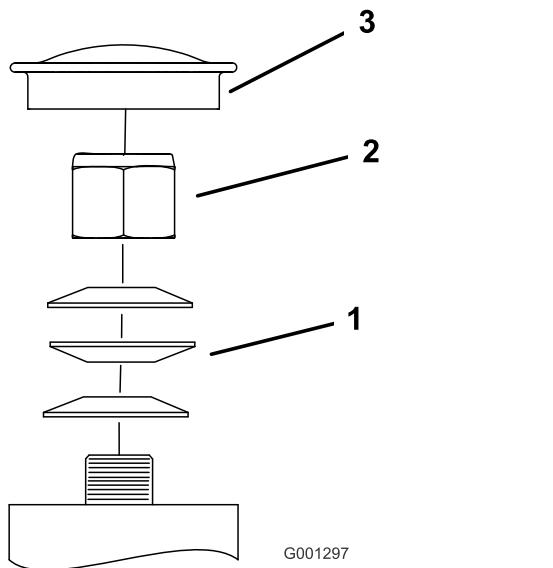

Figura 74
3. Retire el tapón guardapolvo de la rueda giratoria y apriete la contratuerca (Figura 74).
4. Apriete la contratuerca hasta que las arandelas de muelle estén planas, luego afloje la contratuerca $\frac{1}{4}$ de vuelta para establecer la pre-carga correcta de los cojinetes (Figura 74).
5. Coloque el tapón guardapolvo (Figura 74).